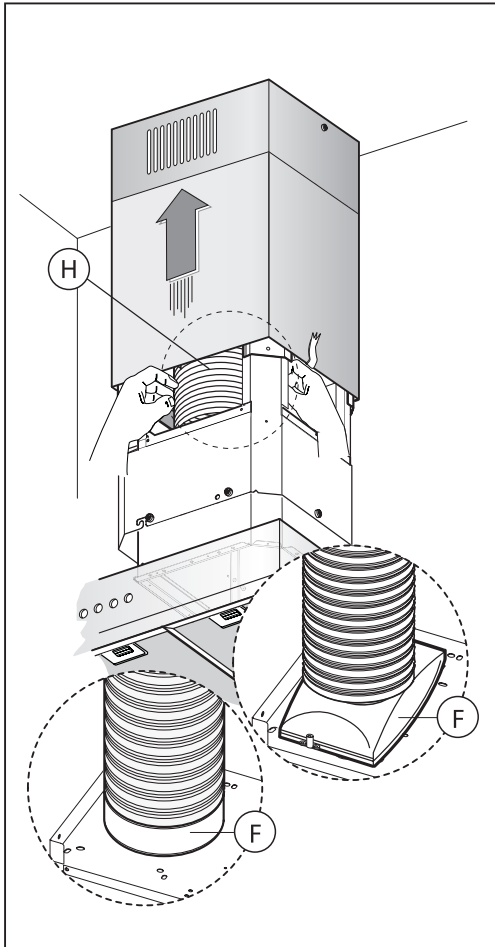

Fig.12 / 12. attēls
- Fastgør røret til udledning af luft **H** (ikke inklusiv) til pakningen **F** (Fig.12).